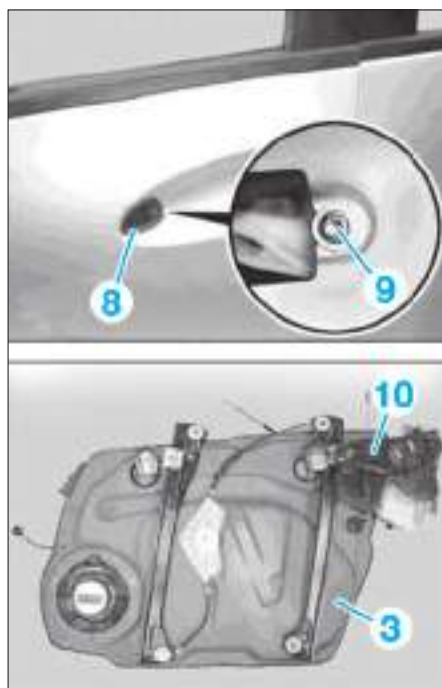

FIG. 45
- Déposer la poignée extérieure (7) de la porte en la tirant.
- Enlever le joint d'étanchéité (8) de la poignée de porte (**Fig.45**).